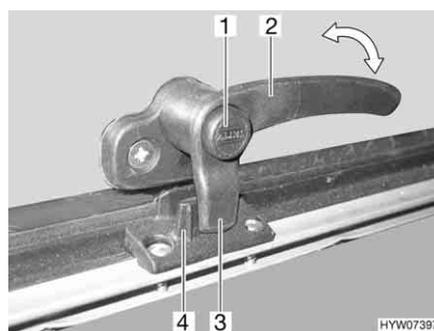
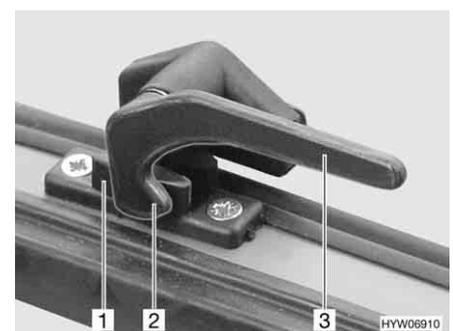

Fig. 97 Alavanca de trava com botão de segurança na posição "Fechada"
Fig. 98 Alavanca de trava na posição "Fechada"
- Se disponível, prima o botão de segurança (Fig. 97,1) e mantenha-o premido.
- Gire todas as alavancas de trava (Fig. 97,2 ou Fig. 98,3) um quarto de volta na direção do meio da clarabóia.
- Gire todas as alavancas de trava (Fig. 97,2 ou Fig. 98,3) um quarto de volta na direção do meio da moldura. A ponta de trava (Fig. 97,3 ou Fig. 98,2) fica posicionada na parte interior do dispositivo de bloqueio da clarabóia (Fig. 97,4 ou Fig. 98,1).
- Na posição "Bem fechada" (Fig. 97 e Fig. 98)